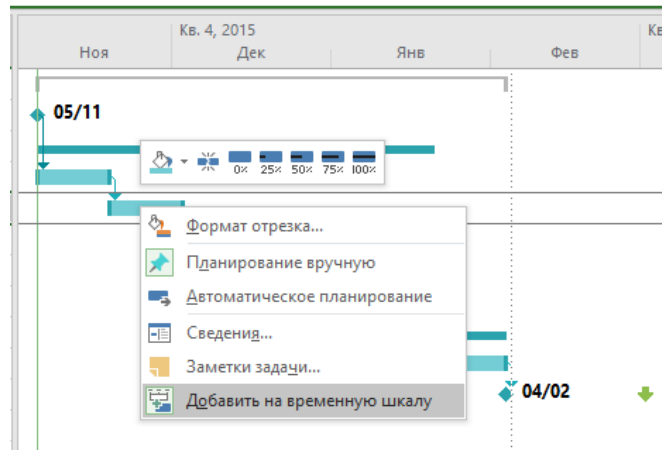

Рисунок 3.44 – Добавление задач на временную шкалу через отрезок на диаграмме Ганта
- 2) щелкнуть на задаче в области диаграммы Ганта, на самой задаче, т.е. на ее визуальном отрезке, правой кнопкой мыши и в меню выбрать «Добавить на временную шкалу» (см. рисунок 3.44);